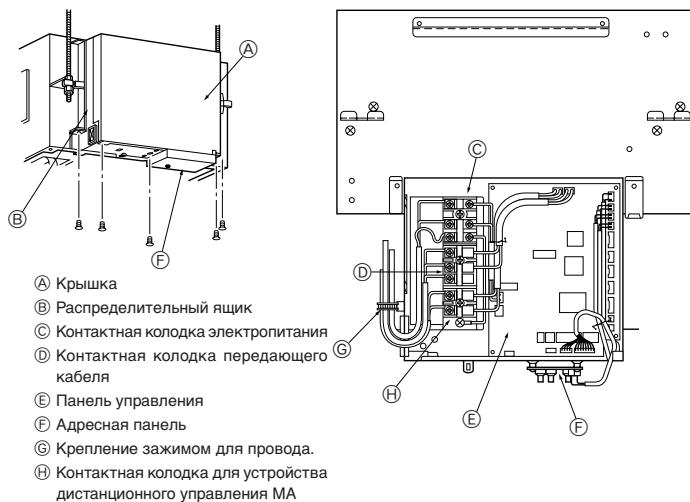

Fig. 4-1
4.1. Электропроводка (Fig. 4-1)